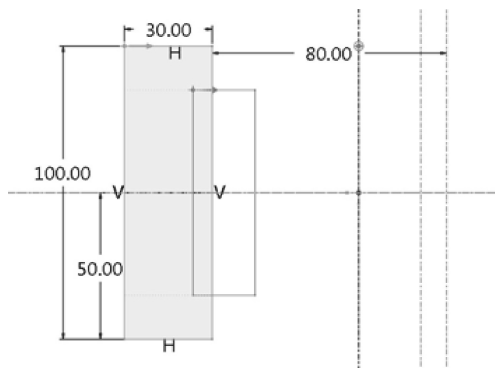

图 4-144 截面 3
(7) 单击 ，绘制如图 4-144 所示的截面。单击  退出草绘 3;